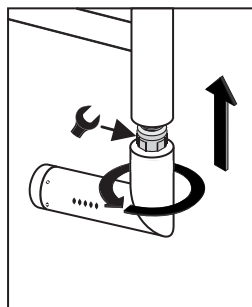

Рис.4
- 4.4. Вставьте нагревательный элемент в отверстие в нижней части коллектора и вкрутите по резьбе с помощью плоского ключа (рис. 4).